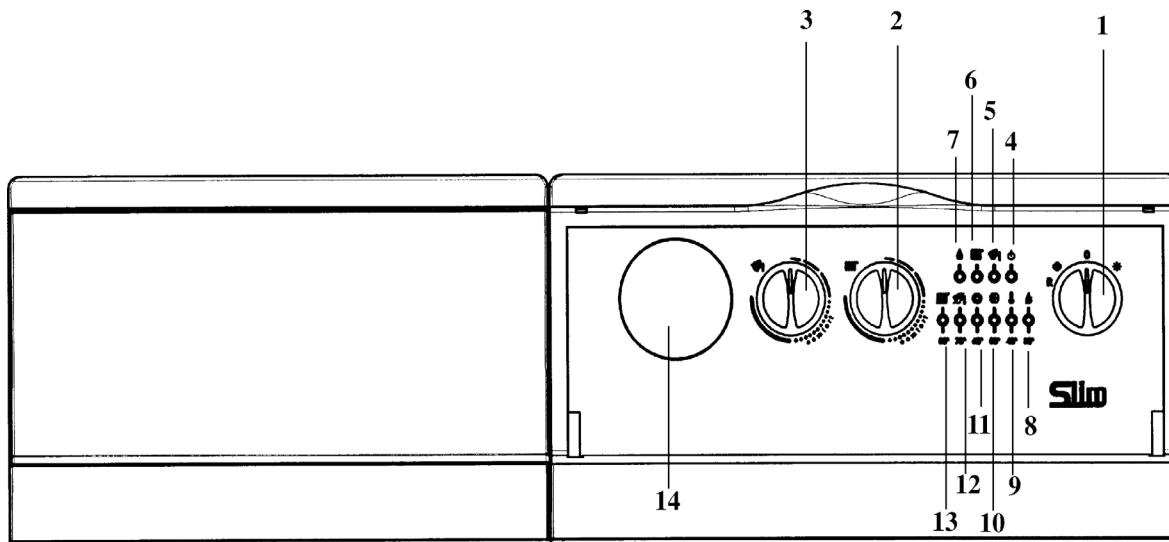

Рис. 1: Панель управления котла
- установить переключатель режимов «лето - зима» (рис. 1, позиция 1) в нужный режим;
- установить регулятор температуры воды в системе отопления (рис.1, позиция 2) на нужное значение;
- установить регулятор температуры воды в бойлере (рис.1, позиция 3) на нужное значение;
Режим работы в системе ГВС может быть исключен путем установки регулятора температуры воды в бойлере (рис.1, позиция 3) на минимальное значение, необходимое для защиты бойлера от замерзания.
Режим работы в системе ГВС можно исключить, установив ручку (рис.1, позиция 3) в положение минимума, что соответствует работе бойлера в режиме "антизаморозки".
Важная информация: при переключателе режимов «лето - зима» (рис. 1, позиция 1), установленном в положении «зима» ❄️, перед каждым очередным включением котла по сигналу регулятора системы отопления установлена задержка на несколько минут (для того чтобы избежать частых включений/выключений). Для того чтобы горелка включилась сразу, переведите переключатель в положение (0), а затем снова установите режим «зима».
- установить переключатель режимов лето-зима (рис.1, позиция 1), в положение "лето";
- установить регулятор температуры воды в бойлере (рис. 1, позиция 3) на нужное значение.
Внимание! При первом включении внутри трубы подачи газа могут образоваться воздушные пробки. В таких случаях горелка не будет включаться и произойдет блокировка котла по газу (загорается красная лампочка блокировки котла - рис. 1, позиция 8). При возникновении данной проблемы повторите процесс включения котла до поступления газа в горелку, кратковременно установив перед включением переключатель режимов (рис. 1, позиция 1) в положение R (сброс).
Данное устройство может быть снабжено комнатным термостатом для контроля температуры отопляемого помещения. В этом случае регулятор температуры воды в системе отопления (рис.1, поз. 2) устанавливается в максимальное положение, а сигналы на включение и выключение котла поступают от комнатного термостата.
При отсутствии комнатного термостата температура помещения регулируется косвенным образом при помощи регулятора температуры воды в системе отопления (рис.1, поз. 2); при таких условиях насос системы отопления работает постоянно. Для увеличения температуры повернуть регулятор по часовой стрелке, для уменьшения - против часовой стрелки.
- Установить переключатель режимов (рис. 1, поз. 1) в положение «лето» ☀. В этом случае котел будет работать только на контур ГВС.
- Установить переключатель режимов (рис. 1, поз. 1) в положение (0), проследив, чтобы лампочка-индикатор (рис. 1, позиция 2) погасла; таким образом прекращается подача электричества на котел.
Регулятор температуры воды в бойлере (рис. 1, поз. 3) может использоваться только при наличии накопительного бойлера. В этом случае возможно отрегулировать температуру воды контура ГВС, установив регулятор на нужное значение.
Приоритет ГВС можно отключить, установив регулятор (рис. 1, поз. 3) на минимальное значение в соответствии с функцией защиты от замерзания воды в бойлере.
- переключатель режимов (рис.1, позиция 1) не установлен в положение (0);
Если Вы не хотите нагревать воду в бойлере, переведите регулятор температуры горячей воды (рис.1, позиция 3) на минимальное значение (0); электронная система управления проследит за тем, чтобы температура не опускалась ниже 5°С.